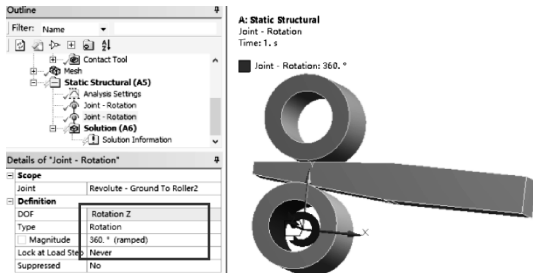

图 2-58 轧辊 2 关节载荷设置
(4) 导航树上右键单击【Static Structural (A5)】→【Insert】→【Joint Load】→【Details of “Joint Load”】→【Scope】→【Joint】= Revolute-Ground To Roller2, 【Insert】→【Definition】→【Type】= Rotation, 【Magnitude】= 360° , 其他默认, 如图 2-58 所示。